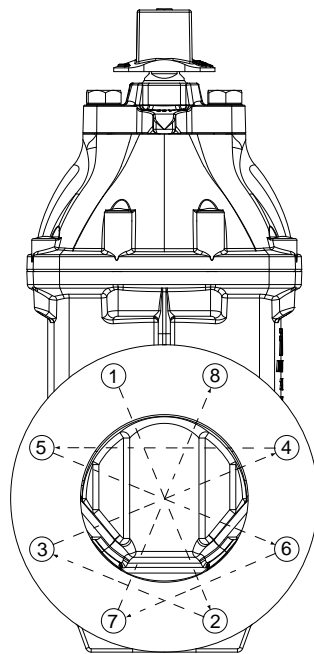

Fig. 2
9. Apriete los pernos y tuercas en el método de cruce que se muestra en la Fig.2, para cargar la tubería y la válvula de manera uniforme y evitar tensiones en las juntas.